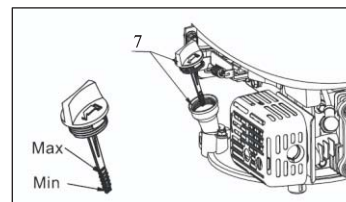

Fig. 7
5. Recoloque a tampa de depósito de óleo / vareta de medição (7). (Ver Fig. 7)